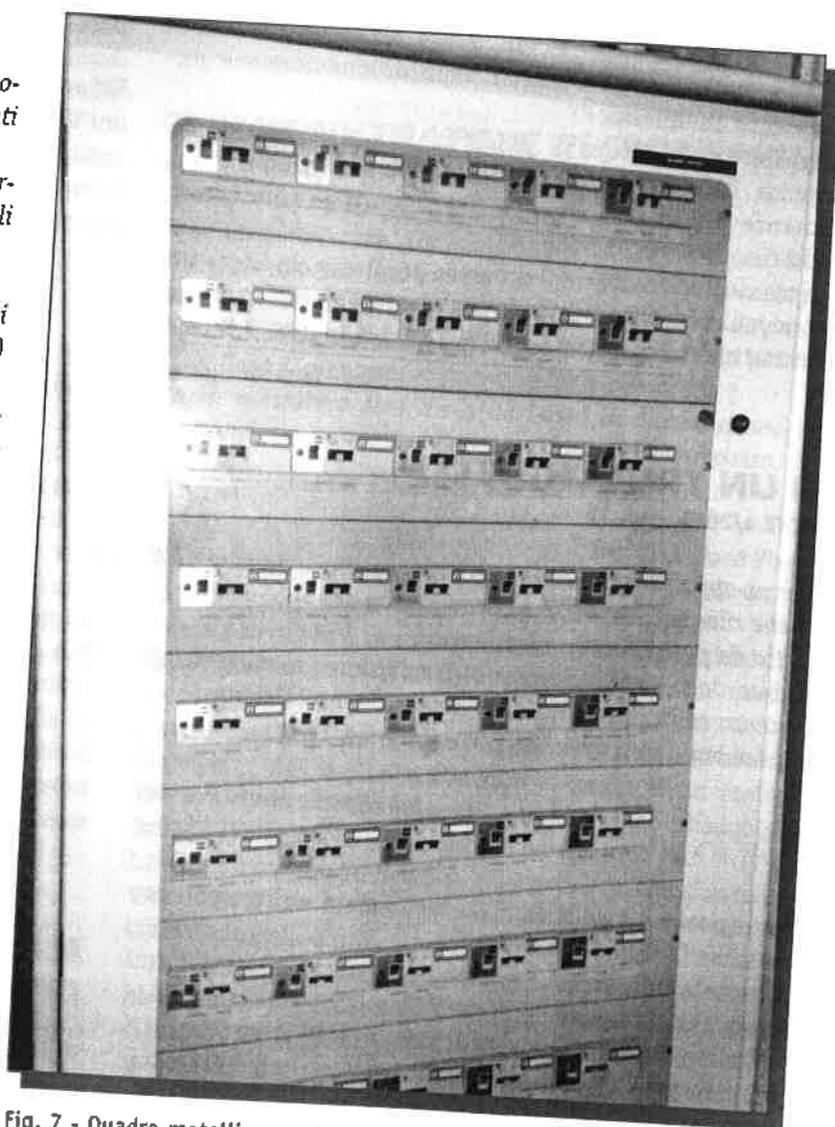

Fig. 7 - Quadro metallico condominiale.
*In un condominio gli interruttori differenziali posti a protezione dei box e delle colonne montanti sono ubicati in un quadro metallico, fig. 7. A mio avviso non va bene, perché un guasto a terra a monte di uno degli interruttori differenziali manda in tensione l'intero impianto di terra.*